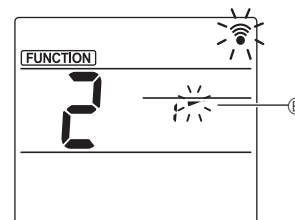

Fig. 3
③ Luftklappenwinkel einstellen (Fig. 3)